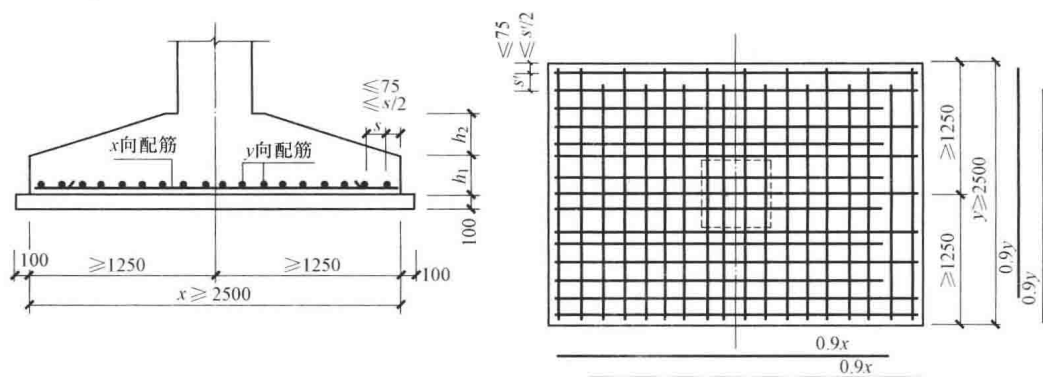

图 1-2 基础底板钢筋
(2) 当独立基础底部 x 向、 y 向宽度 $\geq 2500\text{mm}$ 时，四周钢筋长度为基础底板宽度减去两边保护层厚度，且钢筋离底板边满足 $\leq 75\text{mm}$ 且 $\leq s/2$ ；其余底板配筋长度可取相应方向底板配筋长度的 0.9 倍，如图 1-2 所示。